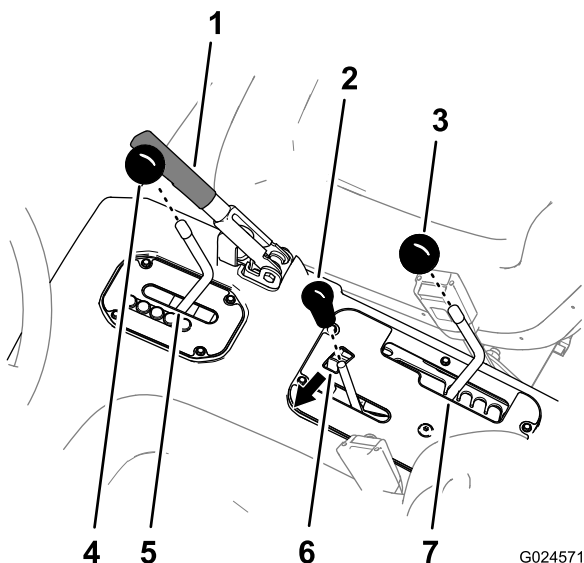

**Bild 3**
3. Entfernen Sie die sechs Schrauben, mit denen die Außenkante der Abdeckplatte des mittleren Armaturenbretts am Chassis befestigt ist, und nehmen Sie die Abdeckplatte ab (Bild 3).